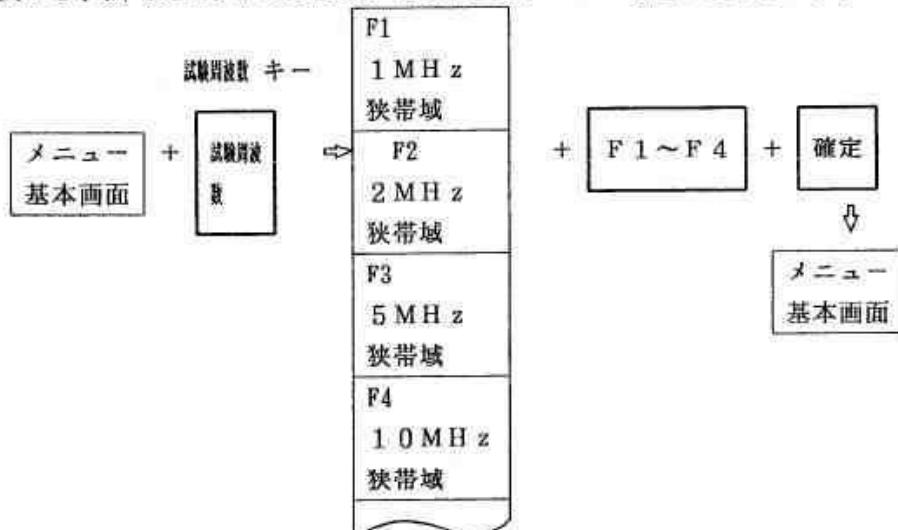

図 6.2.25-1 試験周波数と受信器の帯域幅を狭帯域に選定する場合の操作手順
- ① 機能キー【試験周波数】を1回押します。メニュー・エリアの画面は、メニュー・基本画面から、図 6.2.25-1 の周波数／帯域幅選択メニュー画面に変わります。